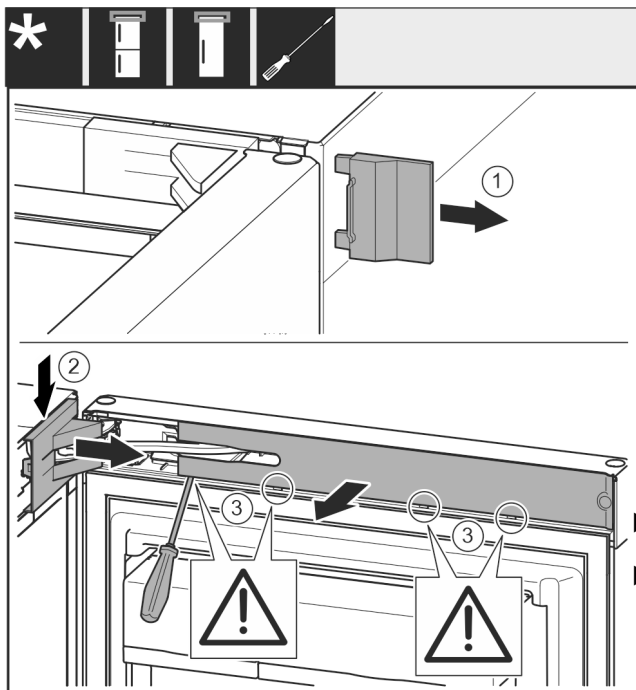

Fig. 8
- ▶ Retire la cubierta exterior. Fig. 8 (1)
- ▶ Desenganche y suelte la cubierta del soporte de cojinete. Retire la cubierta del soporte de cojinete. Fig. 8 (2)
- ▶ Desenganche el panel con el destornillador para tornillos de cabeza ranurada y gírelo lateralmente. Fig. 8 (3)